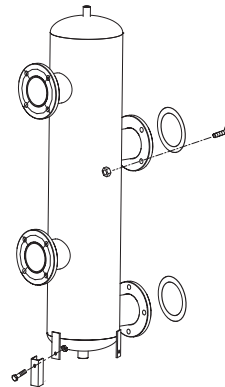

Fig. 9
1.12 COMPENSATEUR HYDRAULIQUE COD. 8101553 POUR "MURELLE EQUIPE 440-550" (à demander à part) (fig. 9)